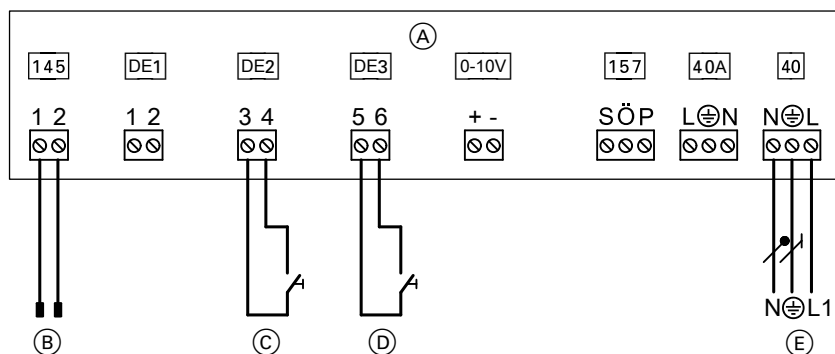

Abb. 48
- An Erweiterung EA1 gemäß Abb. 48